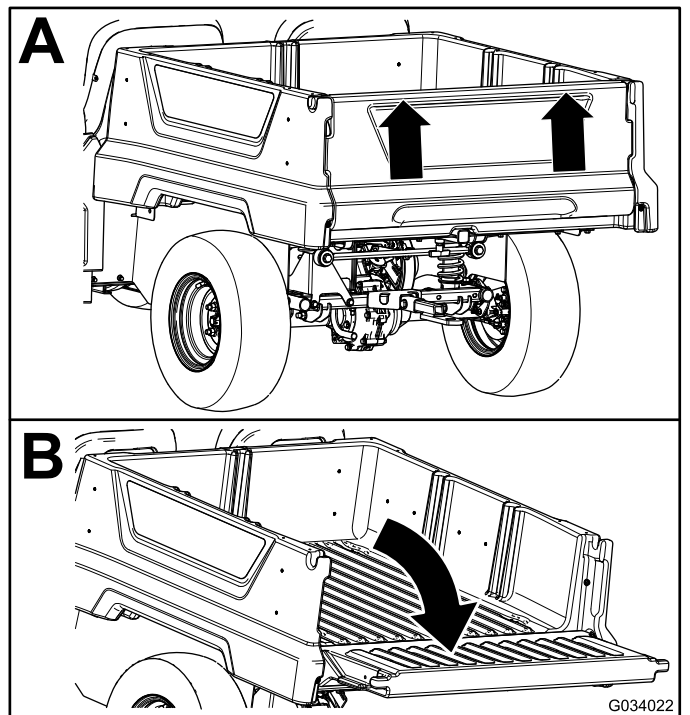

Bild 13
2. Heben Sie die Heckklappe mit beiden Händen an der Leiste oben an der Heckklappe an (Bild 13).
3. Senken Sie die Heckklappe ab, bis sie bündig mit dem Boden der Staubox ist (Bild 13).